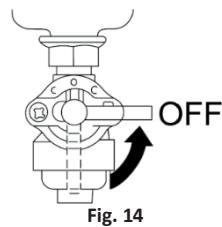

Fig. 14
### - Oprire normală (Fig. 14)
3. Rotiți maneta robinetului de combustibil în poziția "OFF" (oprit). (Fig. 14)